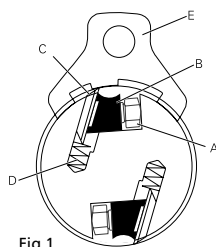

Fig.1
1. Afloje la barra de seguridad (Fig.1-B) y la cuchilla destornillando los tornillos (A) en sentido de las manecillas del reloj. Las cuchillas están ajustadas con un resorte el cual los sacará de su lugar una vez que afloje los tornillos.
- Ajustar la barra de seguridad de la cuchilla (Fig.1-B) en la ranura del cabezal de corte.
Para obtener una proyección de la cuchilla de 1,5 mm coloque el indicador de ajuste de la cuchilla (Fig.1-E) en el cabezal de corte con las dos guías descansando firmemente contra la cuchilla. Afloje el ensamble aflojando los 7 tornillos (Fig.1-A) en sentido de las manecillas de reloj con una llave inglesa.